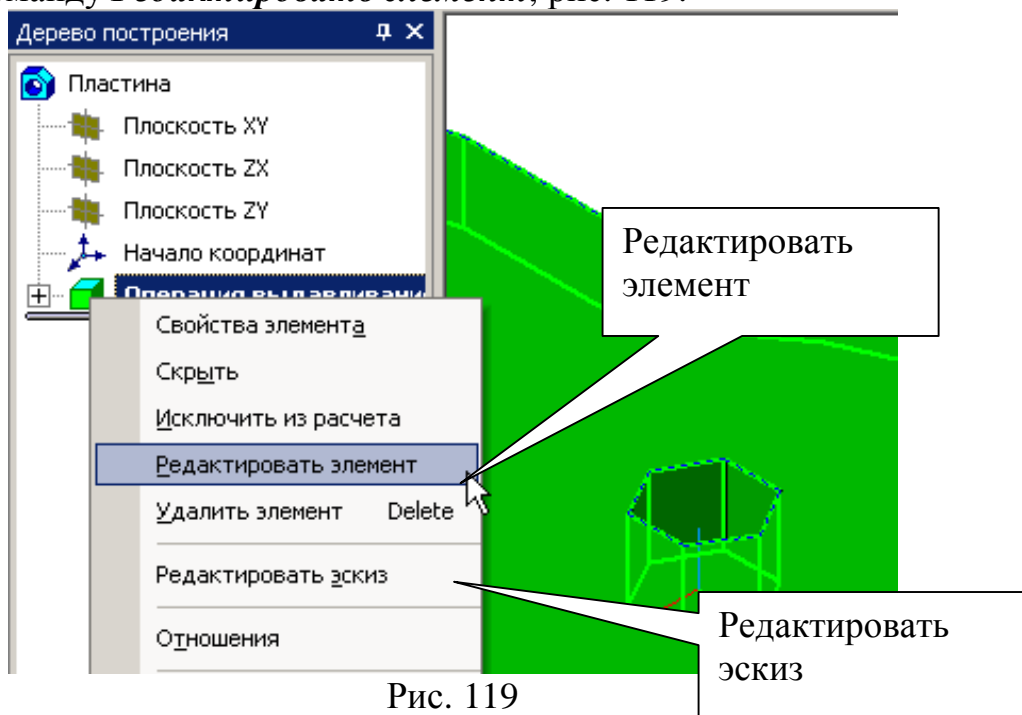

Рис. 119
2. Увеличьте толщину пластины до 30 мм, отредактировав операцию **Выдавливания**. Для этого в Дереве построения щелкните левой кнопкой мыши на «**Операция выдавливания**», затем правой кнопкой и из контекстного меню выберите команду **Редактировать элемент**, рис. 119.
предварительно сделав эскиз отверстия на грани (плоскости) пластины, а можно выполнить отверстие, отредактировав первоначальный эскиз. В данном примере отредактируйте *Эскиз*. В Дереве построения выделите «Операция выдавливания», затем из контекстного меню выберите команду *Редактировать эскиз*, рис. 119.